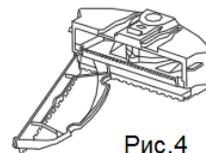

Рис.4
4. Выньте воздухозаборник, достаньте фильтр, и затем промойте пылесборник водой. (См. Рис.4)